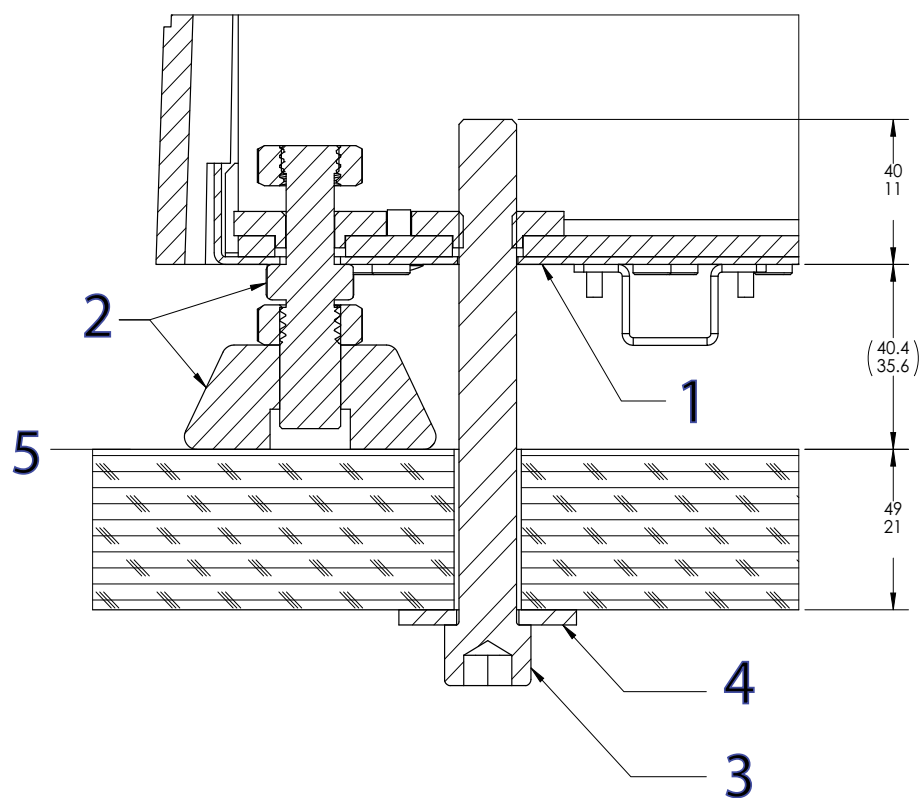

Figura 15. Fissare il telaio al tavolo
Legenda per Figura 15
3. Installare ogni bullone e rondella sovradimensionata come mostrato nella Figura 15 a pagina 70.